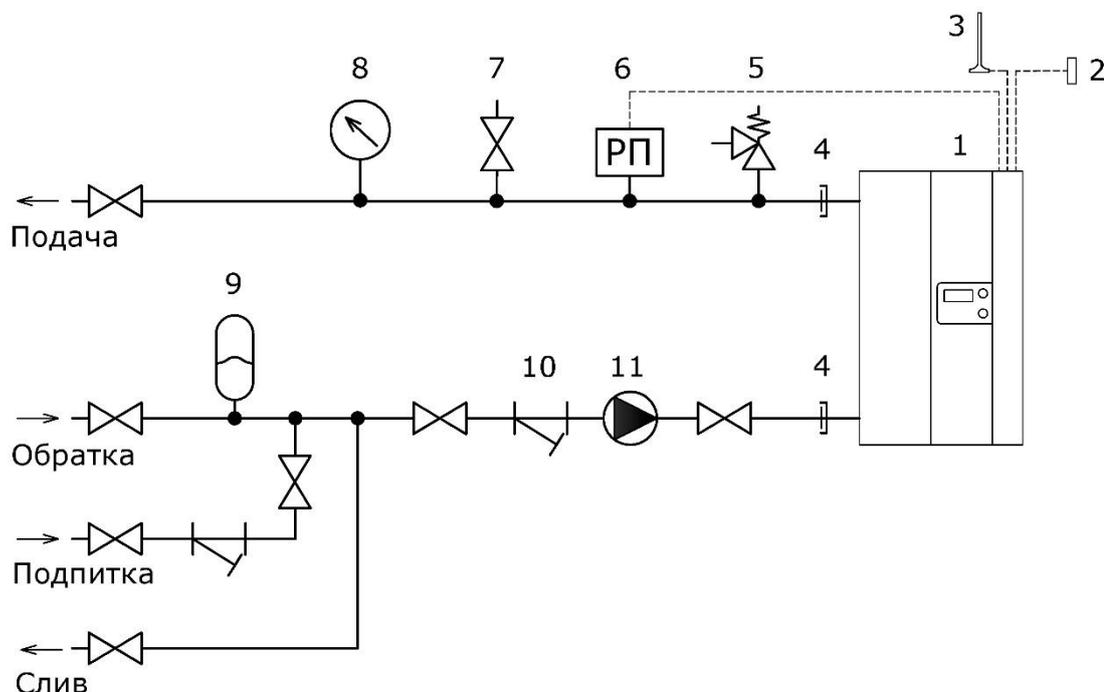

Рис. 6
6.7. Упрощённая схема подключения электродкотла показана на рис. 6.
Система отопления обязательно должна содержать элементы, указанные в схеме на рис. 6.
6.10. Реле протока (ЭКО-П 150 кВт и ЭКО-П 162,5 кВт) необходимо монтировать на горизонтальном участке подающего трубопровода (см. рис.6) на расстоянии не менее 5 Ду (250 мм) от электродкотла так, чтобы направление потока совпадало с направлением стрелки на корпусе. Возможны два варианта монтажа
6.11. Перед первым заполнением системы отопления закрутить до упора пластиковую пробку автоматического воздухоотводчика электродкотла (см. рис. 3), чтобы избежать его засорение. После удаления воздуха через ручной воздухоотводчик (поз. 7 рис. 6), пробку автоматического воздухоотводчика полностью выкрутить. Надеть воздухоотводящую трубку на штуцер автоматического воздухоотводчика электродкотла и зафиксировать её хомутом. Автоматический воздухоотводчик предназначен для сброса воздуха, образующегося в электродкотле в процессе эксплуатации. Если подающий трубопровод расположен выше уровня выходного патрубка электродкотла, то на его верхнем участке необходимо установить дополнительные автоматический и ручной воздухоотводчик. Нельзя переставлять автоматический воздухоотводчик электродкотла на верхний участок подающего трубопровода.